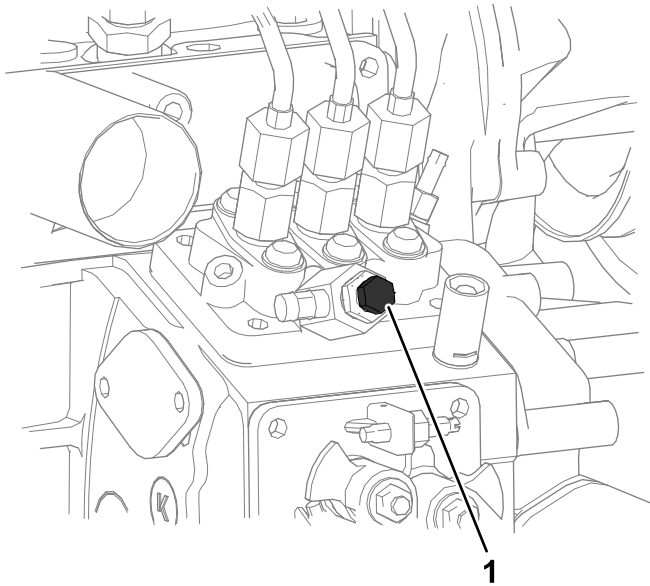

Bild 90
- Öffnen Sie die Entlüftungsschraube an der Kraftstoffeinspritzpumpe (Bild 90).